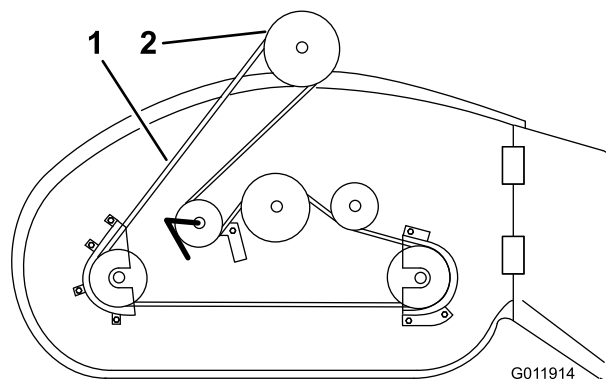

Figura 21
15. Retire la correa del cortacésped de la polea del embrague eléctrico (Figura 21).